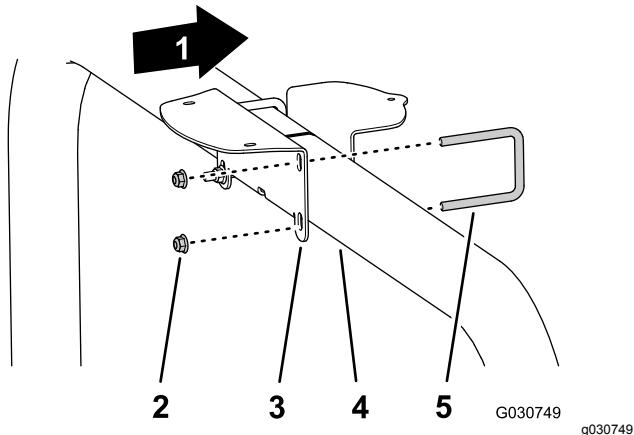

Figura 149
- Si la máquina está configurada con un sistema GNSS (sistema global de navegación por satélite) con sistema WAAS (sistema de aumento de área ancha), Monte el soporte del receptor en el tubo del ROPS (Figura 149) con 2 pernos en U y 4 contratuerca con arandela prensada ($\frac{3}{8}$ ").